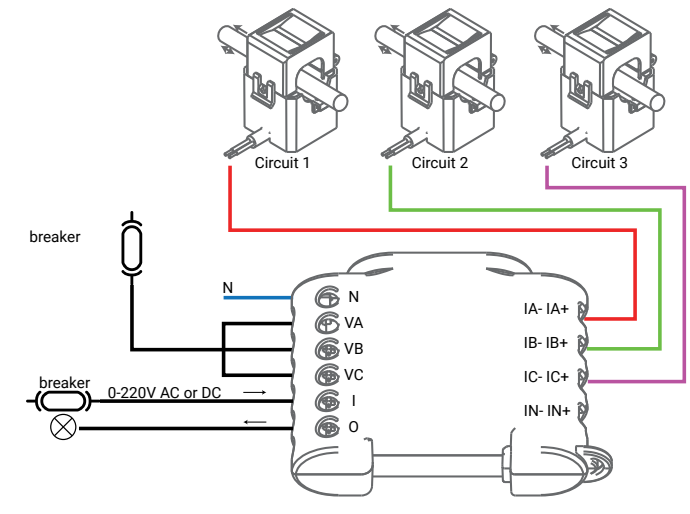

Fig.4
**LEGEND - for Fig.1 till Fig.4**
**LEGENDE - für Abb.1 bis Abb.4**
**LEGENDA - per Fig.1 fino a Fig.4**
**LEGENDA - para a Fig.1 até à Fig.4**